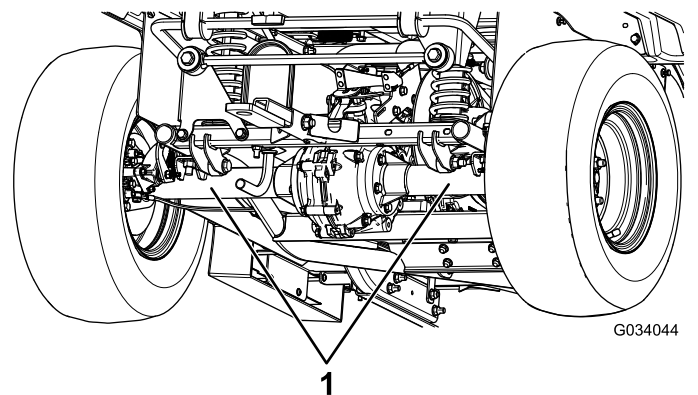

Figura 22
- El punto de elevación de la parte trasera de la máquina está situado debajo de los tubos del eje (Figura 22).